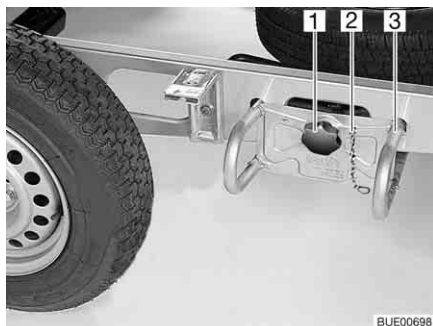

Fig. 237 Soporte para la rueda de repuesto
- Desenganchar la cadena de seguridad (Fig. 237,2).
- Aflojar y desenroscar el tornillo de mando estrellado (Fig. 237,1).
- Extraer el portador de la rueda de repuesto (Fig. 237,3) unos 10 cm y depositarlo en el piso.